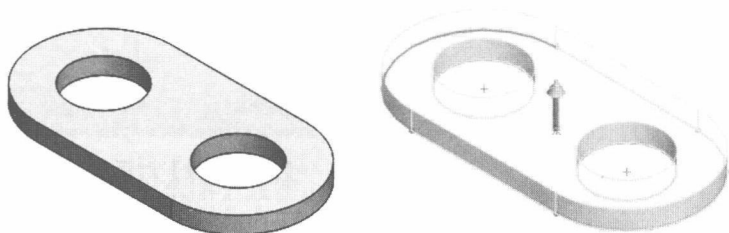

图 1.18 拉伸完成零件
(5) 完成草图绘制后，单击【退出草图】按钮，退出草图绘制。选择【特征】|【拉伸凸台/基体】命令，出现拉伸属性管理器，在深度文本框中输入 0.50mm，如图 1.18 所示，确认完成零件。